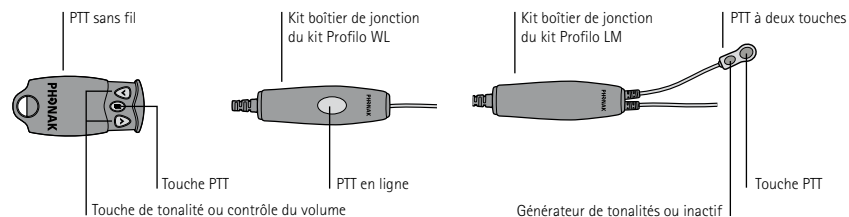

Figure 8
- Appuyez sur la touche PTT en ligne, la PTT à deux touches ou utilisez la fonction PTT de la PTT sans fil accouplé au boîtier de jonction pour activer le microphone (figure 8).